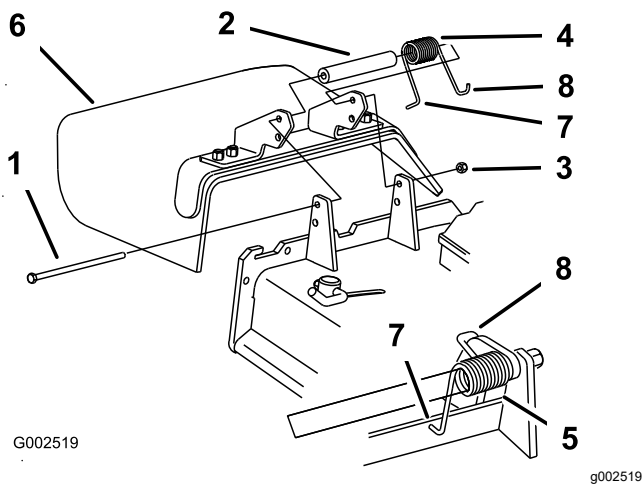

Figure 15
1. Déposez la goulotte d'éjection latérale du tablier de coupe (Figure 15).